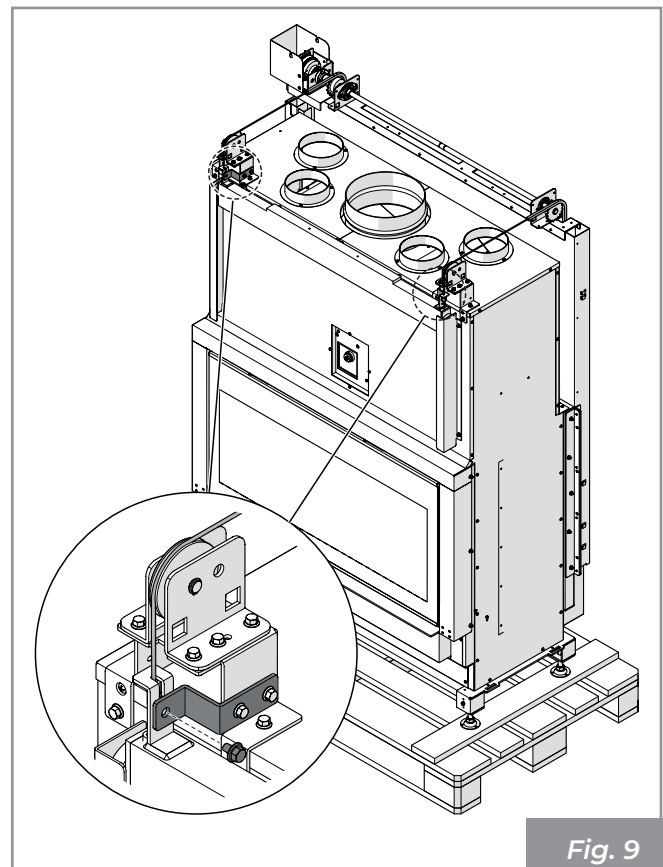

Fig. 9
- Asegurarse de que las cuerdas estén en la ranura de las poleas, luego libere el contrapeso retirando las abrazaderas y los soportes de fijación (Fig. 9).